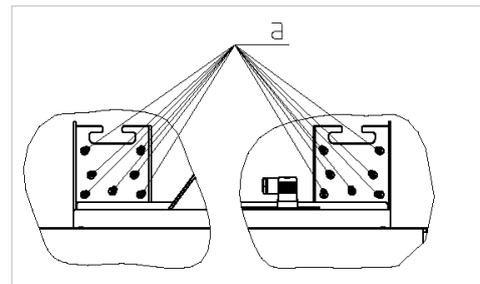
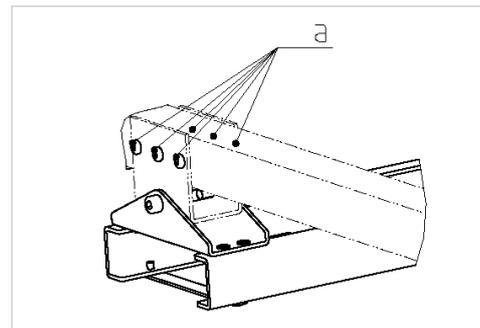
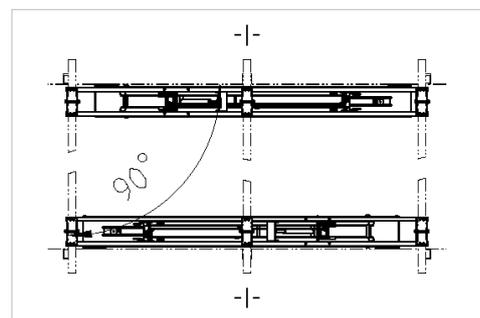

Abbildung 6: Befestigung im Aufsatzkranz
Abbildung 7: Schematische Lichtbandaufnahme
Abbildung 8: Fluchtende Montage
- Die Beschläge in den Aufsatzkranz heben und jede Seite so positionieren, dass die mittlere Obertraversenaufnahme mittig zum Lichtbandflügel ausgerichtet ist (Abbildung 8). Optional gesondert erhältliche Hilfsbleche zur Montageerleichterung verwenden.
- Die Beschläge seitlich (auf beiden Seiten) durch alle möglichen Befestigungslöcher $\varnothing 6\text{mm}$ mittels geeignetem Befestigungsmaterial (Nicht im Lieferumfang enthalten!) mit dem Aufsatzkranz verbinden. Anschließend ca. 30-40cm auffahren, um alle restlichen Befestigungslöcher zu erreichen und ebenfalls mittels geeignetem Befestigungsmaterial (Nicht im Lieferumfang enthalten!) mit dem Aufsatzkranz verbinden (Abbildung 6). Auf fluchtende Montage achten (Abbildung 8).
- Die Lichtbandaufnahmen durch alle Befestigungslöcher mittels geeignetem Befestigungsmaterial (Nicht im Lieferumfang enthalten!) mit den Obertraversen verbinden (Abbildung 7). Auf fluchtende und waagrechte Montage achten (Abbildung 8).
- Befestigungsmaterial „a“ (Abbildung 6, Abbildung 7) so dimensionieren, dass dies die Last vom 7500N je Beschlagsseite standhält.